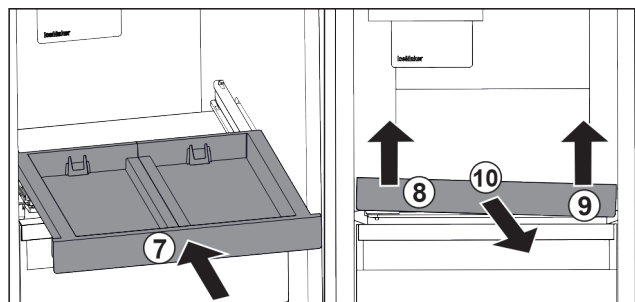

Fig. 140
- ▶ Tolja be a kihúzható rácsot. Fig. 140 (7)
- ▶ Emelje meg a kihúzható rács elejét baloldalt. Fig. 140 (8)
- ▶ Emelje meg a kihúzható rács elejét jobboldalt. Fig. 140 (9)
- ▶ Vegye ki a kihúzható rácsot előrefelé. Fig. 140 (10)